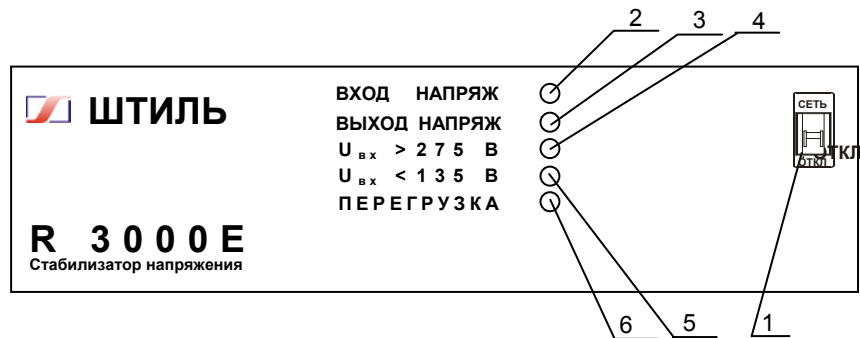

Рисунок 4.1 Передняя панель стабилизатора
На передней панели (рисунок 4.1) расположены выключатель - автомат СЕТЬ (1) и индикаторы: ВХОД НАПРЯЖ (2), ВЫХОД НАПРЯЖ (3), « $U_{вх} > 275В$ » (4), « $U_{вх} < 135В$ » (5), ПЕРЕГРУЗКА (6).